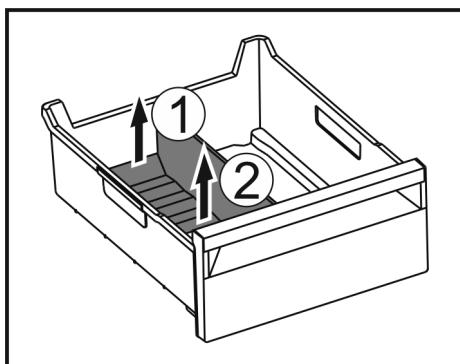

Fig. 184
- Emelje meg a jégkész-eltávolító hátsó részét. Fig. 184 (1)
- Vegye ki a jégkész-eltávolítót felfelé. Fig. 184 (2)